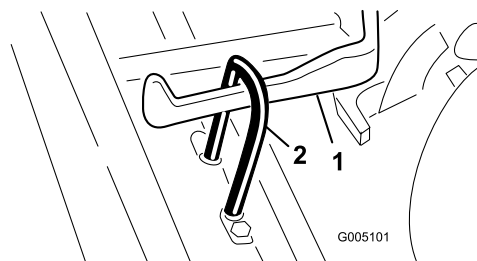

Figura 9
3. Fate scorrere l'apparato di taglio sotto il telaio di traino agganciando contemporaneamente il gancio di sollevamento al relativo braccio (Figura 9).